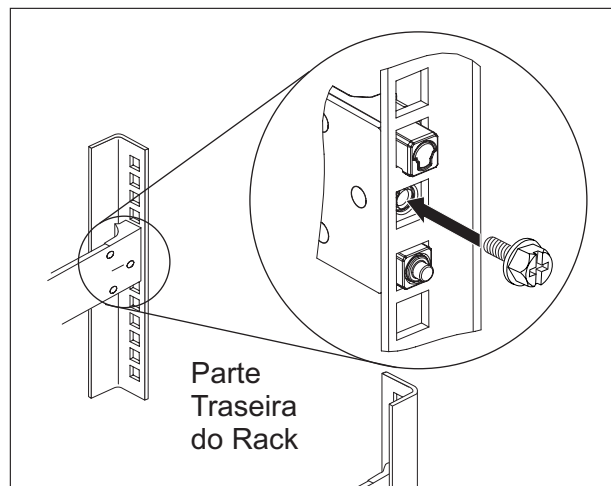

Figura 9. Prendendo o dispositivo nos trilhos deslizantes no rack
4. Prenda os trilhos deslizantes do dispositivo no rack, conforme mostrado na Figura 9: